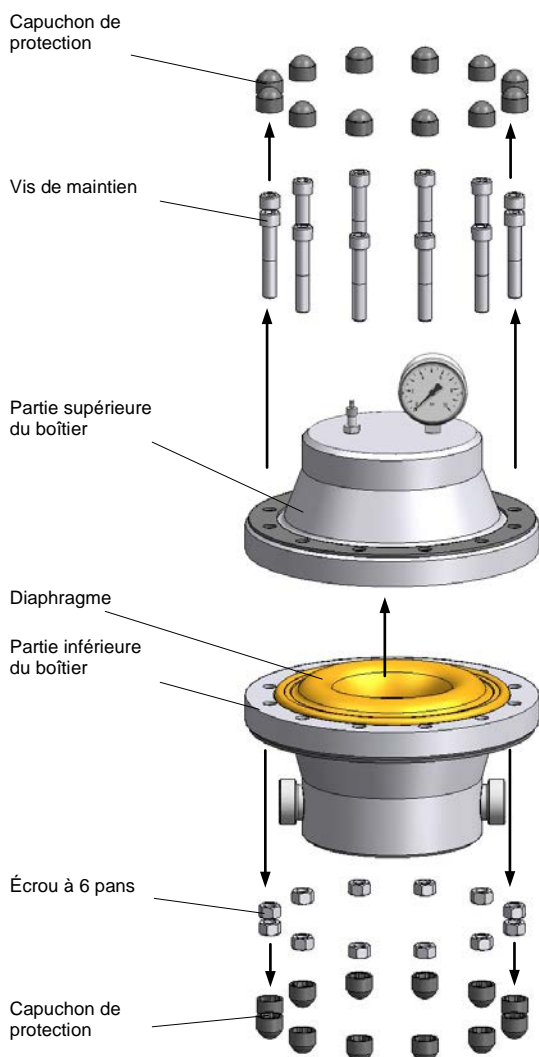

Fig. 24 Remplacement du diaphragme (version en matière synthétique)
- Desserrer les vis de maintien diamétralement opposées et retirer la partie supérieure du boîtier (cf. fig. 24) :